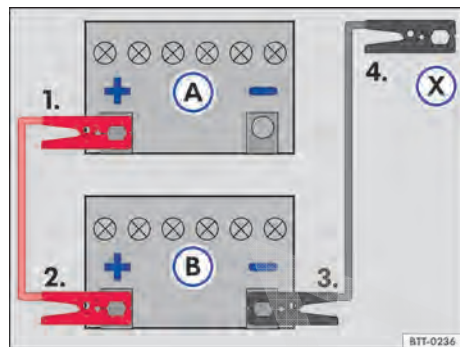

Fig. 177 Esquema para a conexão dos cabos auxiliares de partida: bateria do veículo descarregada (A) e bateria do veículo fornecedora de corrente (B).
Legenda para → Fig. 177:
- Conectar uma extremidade do cabo auxiliar de partida *vermelho* ao polo positivo → Fig. 177 (+) do veículo com a bateria do veículo descarregada (A) → ⚠.